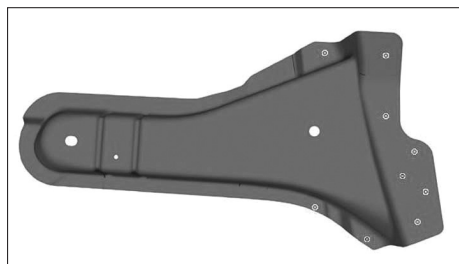

FIG. 39
- Percer au diamètre de 6,5 mm pour soudage ultérieur par points bouchons (Fig.39).